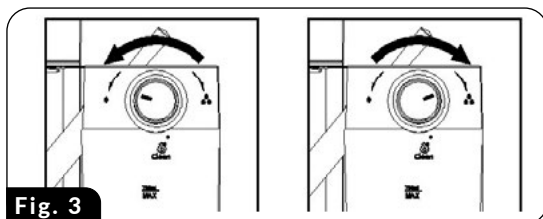

Fig. 3
naar rechts voor minder schuim (fig.3). Je kunt ook de intensiteit van het schuim aanpassen tijdens het opschuimen.
**WAARSCHUWING! Voordat u uw LATTE koffie bereidt, stelt u de hoeveelheid opgeschuimde melk in volgens uw voorkeur door de doseerknop (23) naar links te draaien voor meer schuim of naar rechts om de hoeveelheid schuim te verminderen (fig.3). Je kunt ook de intensiteit van het schuim aanpassen tijdens het opschuimen.**
1. Plaats het geselecteerde filter (13) in de erlenmeyer (10), vul deze met koffie en plaats de erlenmeyer in de koffiemachine.
2. Zorg ervoor dat er de juiste hoeveelheid water in het waterreservoir (15) en de juiste hoeveelheid melk in het melktankje (19) zit.